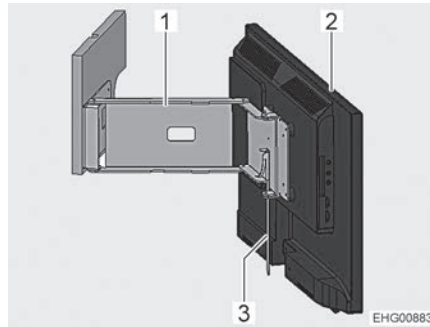

Bild 82 Flachbildschirm am Gelenkarm
- Den Hebel (Bild 82,3) umlegen. Der Gelenkarm (Bild 82,1) ist entriegelt.
- Flachbildschirm (Bild 82,2) in die gewünschte Position schwenken.